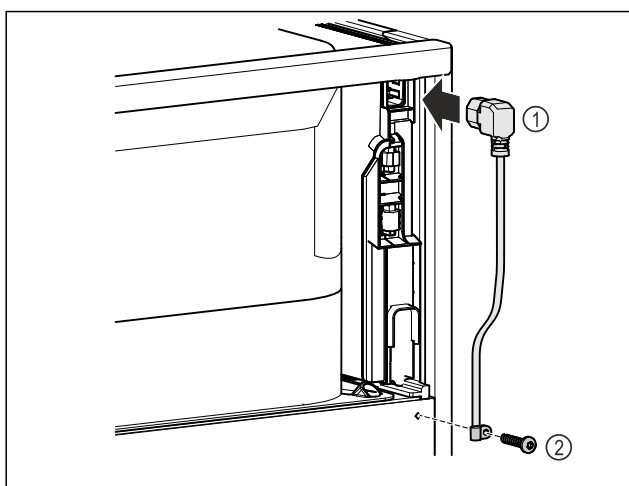

Fig. 11
- Συνδέστε την υποδοχή τροφοδοσίας του καλωδίου τροφοδοσίας Fig. 11 (1) στην πίσω πλευρά της συσκευής.
- Τοποθετήστε το ανακουφιστικό καταπόνησης. Fig. 11 (2)